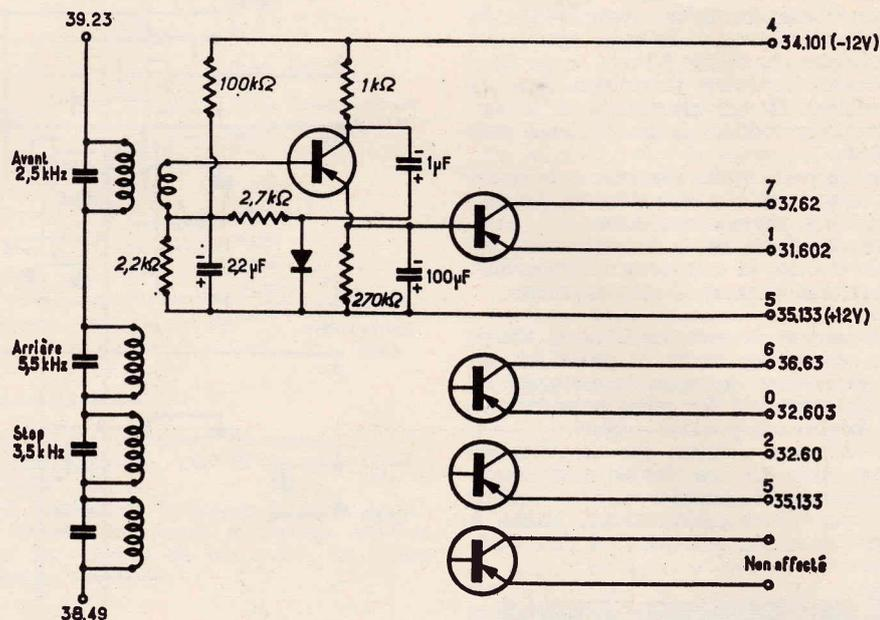

Fig. 9
4.5.2. Réalisation technique - schéma fig. 9 et 10.
La platine des amplificateurs BF de propulsion repère 3, fig. 2, schéma fig. 9 comporte les trois canaux de commande de la platine de propulsion repère 6, figure 2.